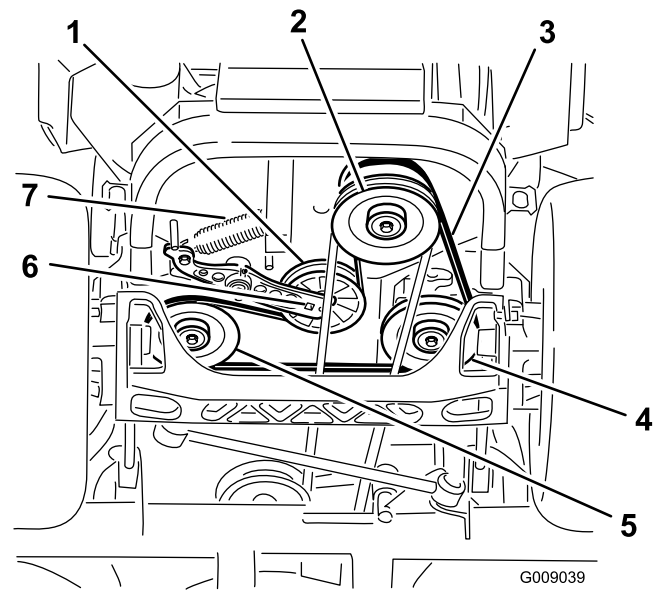

Figure 83
4. Soulevez la machine sur des chandelles (Figure 83).
5. Insérez un rochet dans le trou carré du bras de la poulie de tension pour déposer le ressort (Figure 83).
6. Décrochez le ressort de la poulie de tension du cadre (Figure 83).
9. Insérez un rochet dans le trou carré du bras de la poulie de tension pour installer le ressort de la poulie sur le cadre (Figure 83).